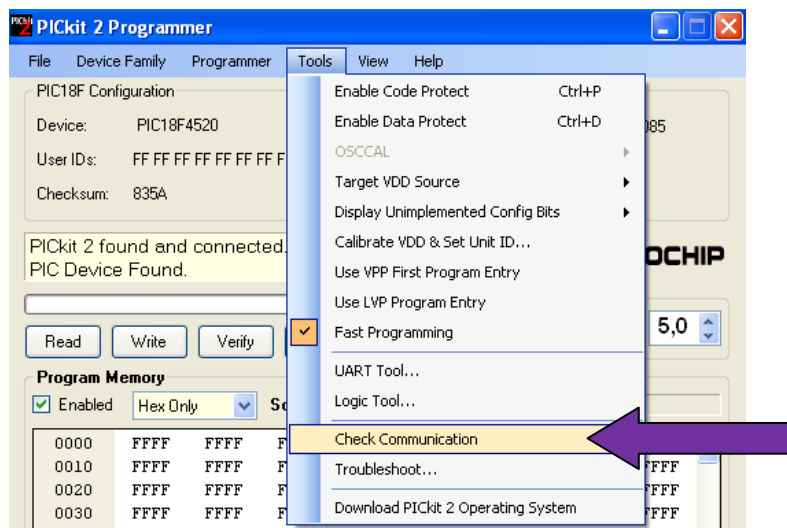

Figura 8
- Depois de aberto o programa va na aba tools -> check communication, conforme figura 8.